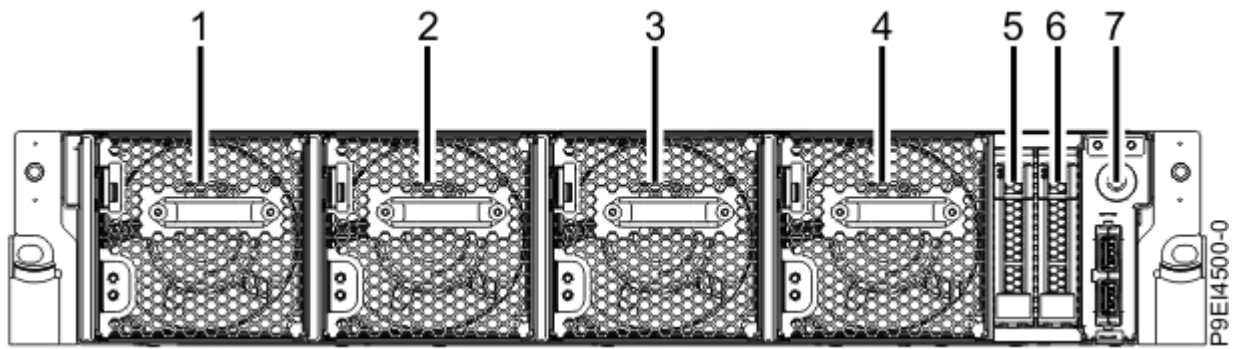

Figura 4. Locais de unidade; posições 5 e 6
1. Determine o slot no qual deseja instalar uma unidade de disco. Os slots de unidade de disco estão na frente do sistema nas posições 5 e 6, como mostrado na Figura 4 na página 8.